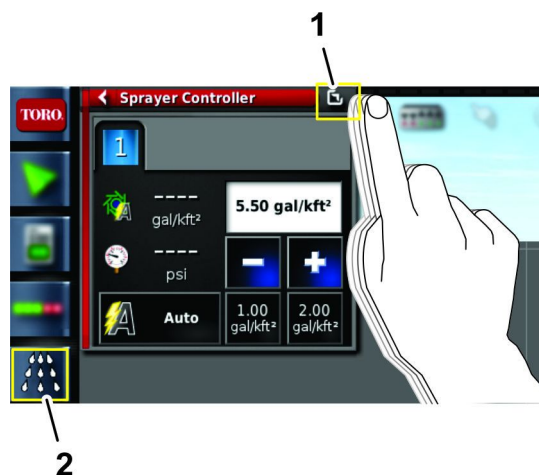

図 132
6. 散布レートコントローラアイコンを押し、次に、散布コントローラのウィンドウの右上にある全画面アイコンをスワイプなでるする 図 132。